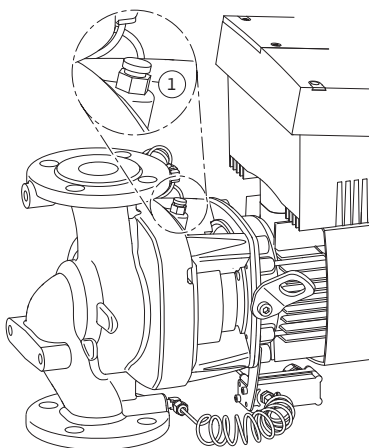

Fig. 51: Вентиляційний клапан
6. Спустити тиск з насоса, відкривши вентиляційний клапан (Fig. 51, п. 1).